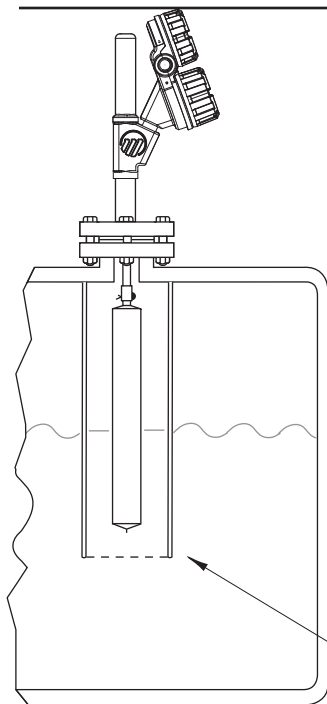

Figura 6
- Verifique se há um tubo de calma instalado para aplicações onde haja agitação contínua. O tubo de calma deve estar nivelado na vertical para não restringir o movimento do deslocador. Para a instalação de um tubo de calma, veja a Figura 6.